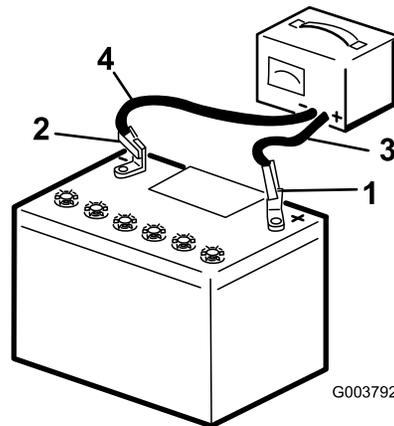

図 36
- 25-30アンペアで10-15分、または4-6 アンペアで30分、バッテリーを充電する 図 36。充電しすぎないように注意すること。
3. 充電が終わったら、チャージャのプラグをコンセントから抜いてから、チャージャのリード線をバッテリー端子から外す 図 36。